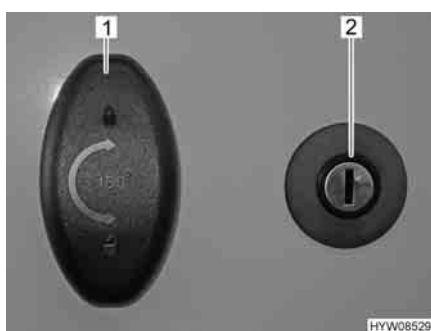

Fig. 44 Serratura della porta del garage
- Inserire la chiave nel cilindro della serratura (Fig. 44,2) e ruotare in senso orario. La chiusura centralizzata è sbloccata.
- Girare la la maniglia della serratura (Fig. 44,1) in senso antiorario di un mezzo giro e aprire la porta del garage.
- Girare la la maniglia della serratura (Fig. 44,1) in senso antiorario di un mezzo giro.
- Inserire la chiave nel cilindro della serratura (Fig. 44,2) e ruotare in senso antiorario. La chiusura centralizzata è bloccata.